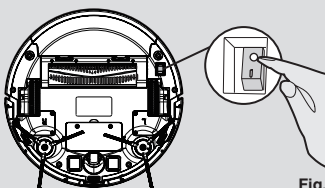

Fig. 9
Encienda el robot aspirador con el botón de encendido y apagado ubicado en la parte inferior (I). **[Fig. 9]** Colóquelo frente a la estación de carga.
1. Presione el interruptor de encendido y apagado de la parte inferior del robot. **[Fig. 9]**